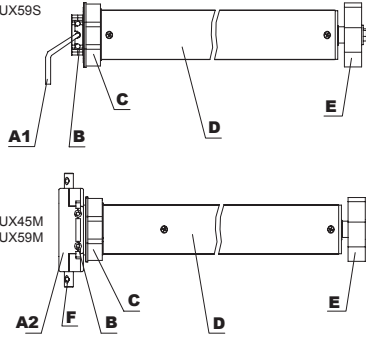

Fig.3
- Avant toute installation, choisir une couronne et un adaptateur appropriés. Ne pas utiliser de marteau pour insérer le moteur dans le tube (**Fig.3**).